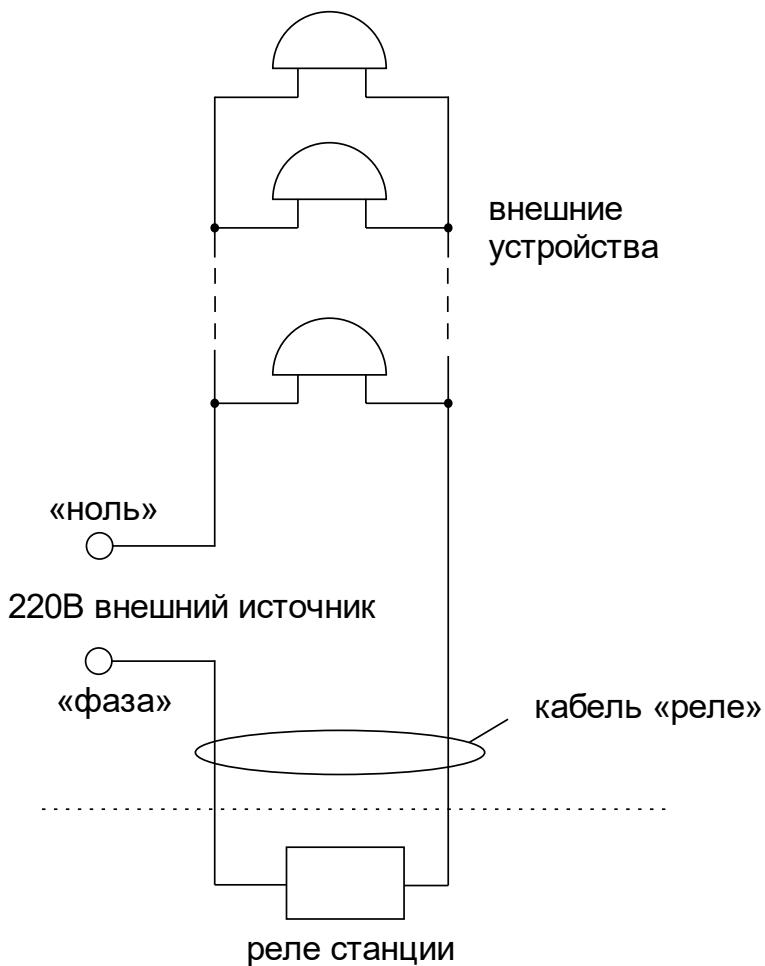

Рис. 1.
Подключение внешних устройств должно производиться по схеме рис. 1. В соответствии со схемой включение внешних устройств производится с применением внешнего источника напряжения 220 В (не используется электропитание самой часовой станции).
4.5 Подсоедините кабели «Реле 1 и «Реле 2»» через клеммную коробку к цепям включения внешних устройств следующим образом (см. рис. 1; показана схема включения для одного реле, для второго реле схема аналогичная). На один из проводов кабеля «Реле» необходимо подать «фазу» внешней питающей электросети 220 В, предназначенный для питания внешних устройств; второй конец кабеля «Реле» подключить непосредственно к одному из входов питания внешних устройств; другой вход питания внешних устройств подключить на «ноль» питающей электросети 220 В. Все внешние устройства должны быть соединены друг с другом по входам питания параллельно. К внешним устройствам относятся, например, школьные звонки громкого боя.